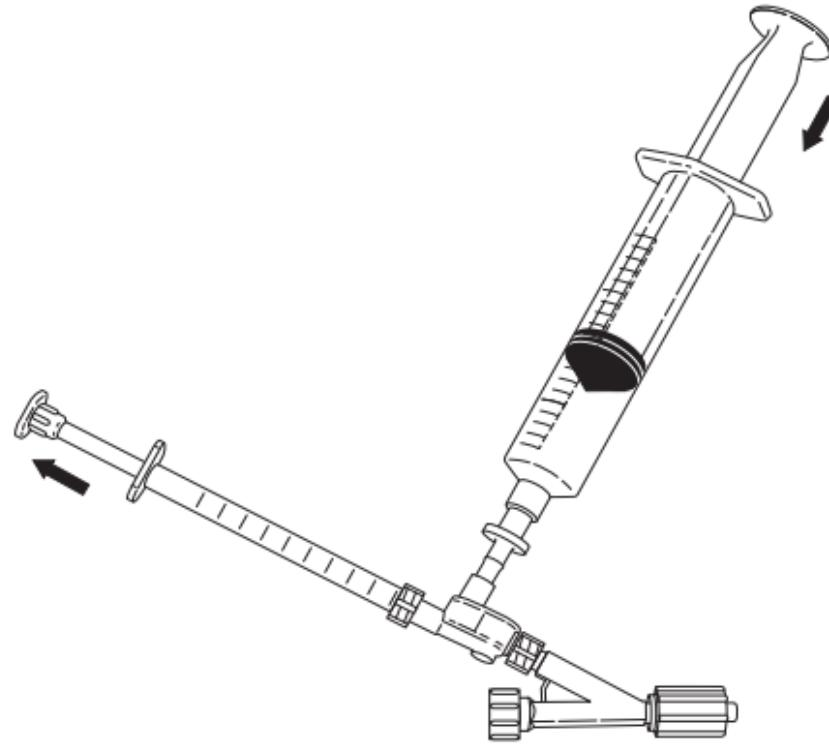

Abb. 4
6. Die 1-ml-Spritze an den Injektionsport anschließen und 0,5 ml der Lösung aspirieren. Die 1-ml-Spritze abnehmen und alle Luftblasen aus der Spritze spülen. Einen Meniskus der Lösung auf dem Injektionsport lassen und die 1-ml-Spritze durch leichtes Herunterdrücken der 20-ml-Spritze wieder anschließen, um den Injektionsport zu füllen. Die 1-ml-Spritze an den Injektionsport anschließen. (Abb. 4)